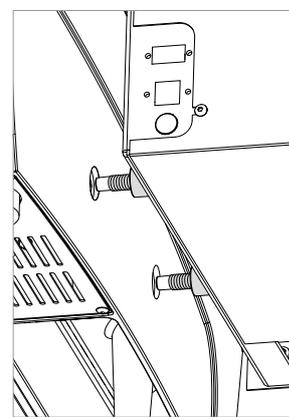
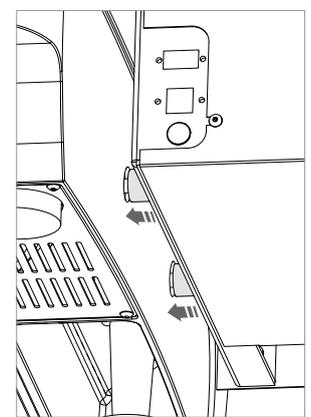

Bild 32
Bild 33
- 2) Bewegen Sie die Zuführungseinheit zur Maschine, stecken Sie die 2 Stifte in die Gewindebohrungen und dann in die Buchsen im Sitz (Gegenbohrung) der Maschinenbasis (Bild 32 und Bild 33).